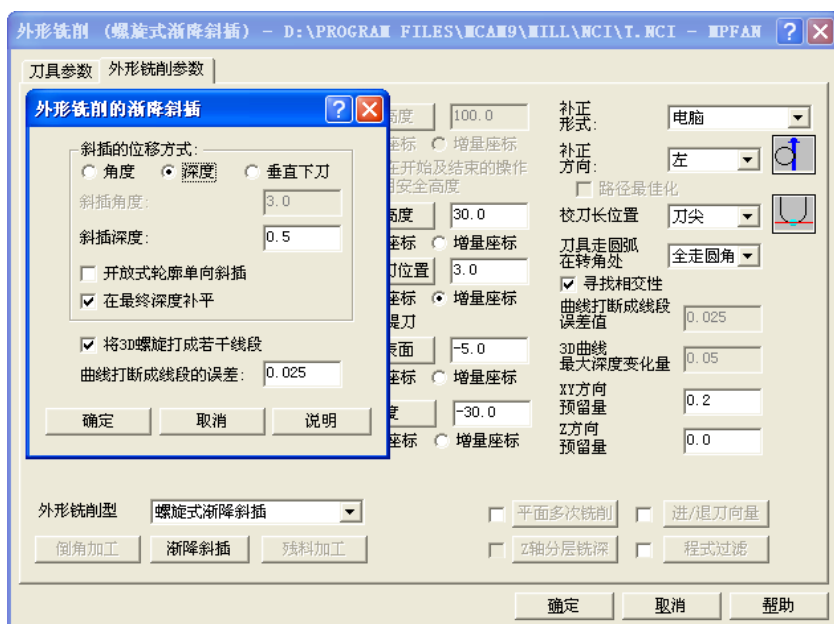

图 5-16 外形铣削（螺旋式渐降斜插）参数
9) 选择“外形铣削（螺旋式渐降斜插）”，继续选择 $\phi 10$ 平刀，图形选择 $\phi 16$ 孔，进给率改为 600，下刀速率改为 300，其余刀具参数、参考高度和进给下刀位置等均同步骤 6)，工件表面：-5.0，深度：-30，XY 方向预留量：0.2，Z 方向预留量：0.0，补正形式选择“电脑”，补正方向：左；在“外形铣削渐降斜插”对话框中点选“深度”，设定斜插深度：0.5，勾选“在最终深度补平”，其余默认，如图 5-16 所示。将以上步骤 6)～9) 设定为一个群组，群组名称 BJX。